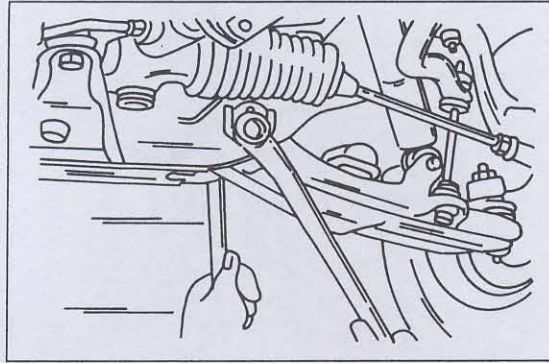

Bild 255
- Fahrzeug auf die Räder ablassen und die Mutter des Lagerbolzens mit 110 - 130 Nm anziehen. Schraubenkopf dabei auf der anderen Seite gegenhalten (Bild 255), um zu verhindern,